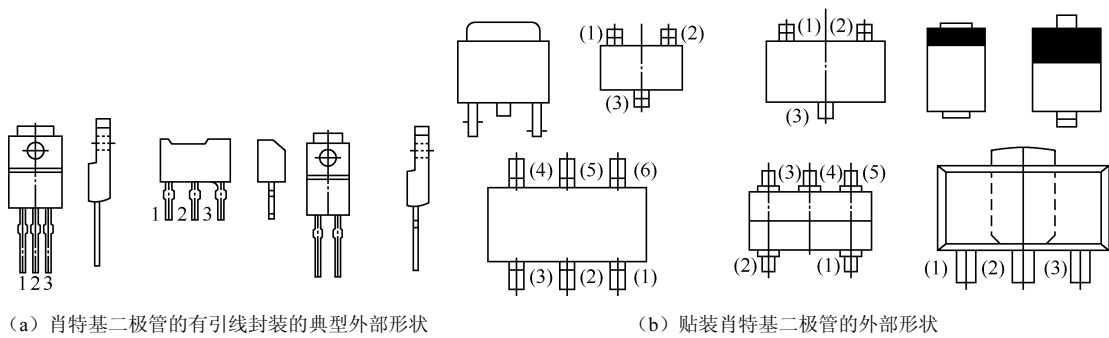

图 7-40 有引脚封装及封装形式
1) 有引线封装及封装形式（见图 7-40（a））
封装及封装形式如图 7-40（b）所示。